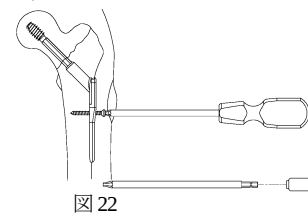

図 22
- ** 17) 選択した長さの 45 コーティカルスクリューを、45CS ドライバーで手動的に挿入します。必要に応じ 45CS パワーピンドライバーにパワーピンアダプタを接続し、パワーツールにて挿入します。(図 22) パワーツールでのスクリュー挿入は、スクリュー長の 2/3 程度までとし、それ以降は 45CS ドライバーで手動的に行ってください。